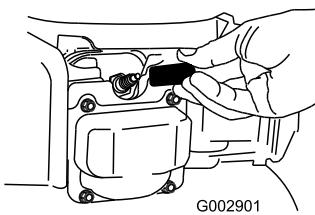

Figura 30
- Desconecte el cable de la bujía (Figura 30) antes de realizar cualquier procedimiento de mantenimiento.